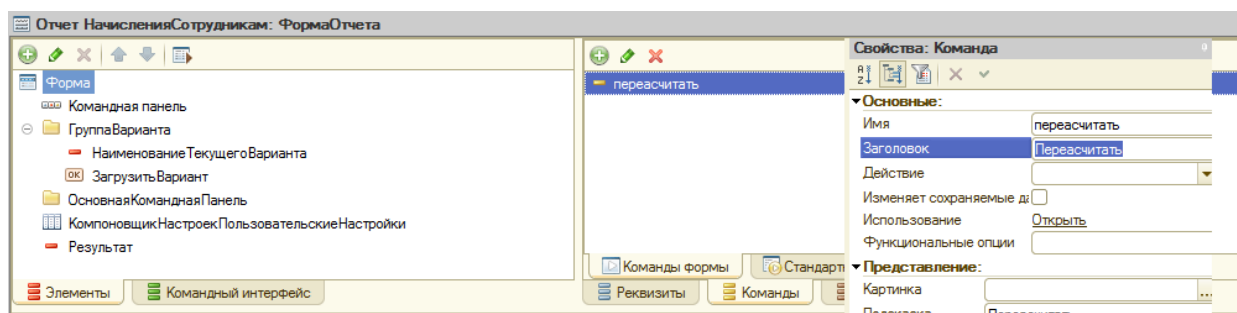

Рисунок 8.27 Добавление команды формы
2. В правом верхнем углу сделать активной закладку Команды. Создать команду формы Перерасчитать (рис.8.27).